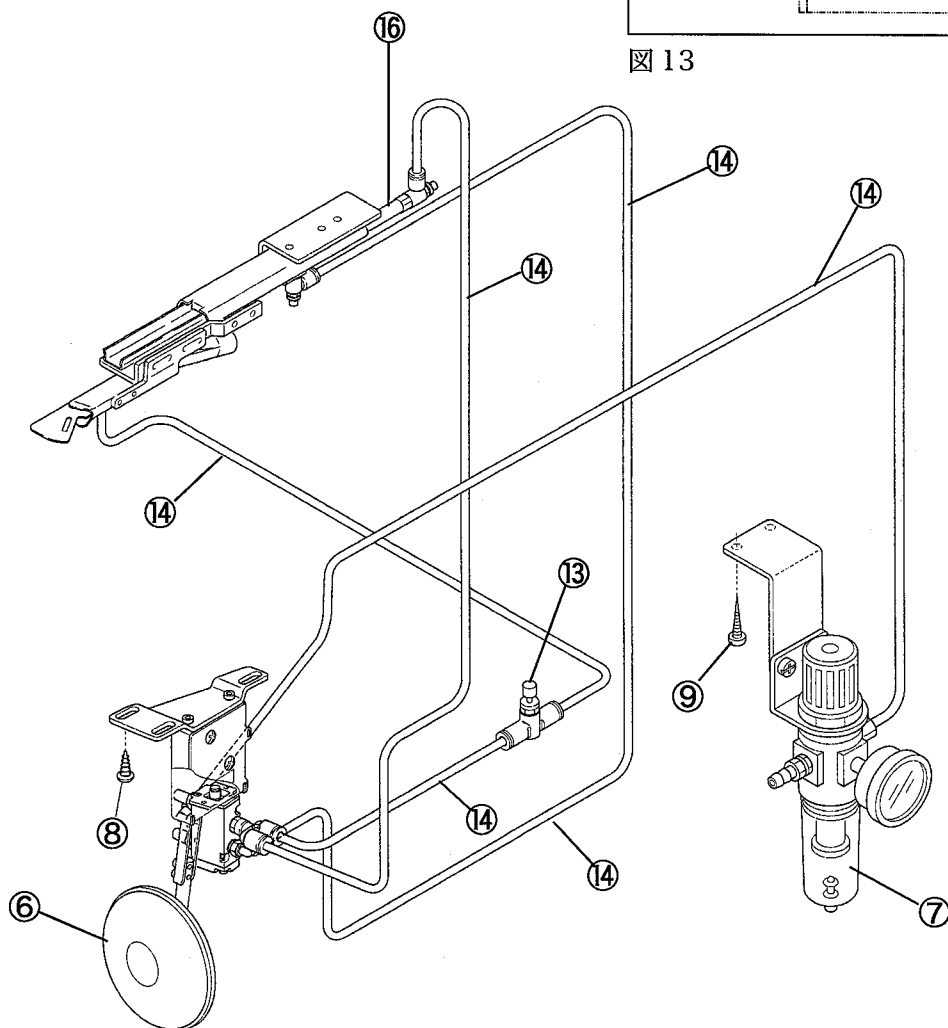

図 14
- (1) 装置本体④を水平になるようミシンフレームに止ネジ⑤2本で取り付ける。
- (2) トグルスイッチ⑥とエアレギュレータ⑦をテーブル下面にそれぞれ木ネジ⑧⑨2個で取り付ける。(図14 参照)
- (4) エアパイプ⑭は図 14 を参考に接続する。